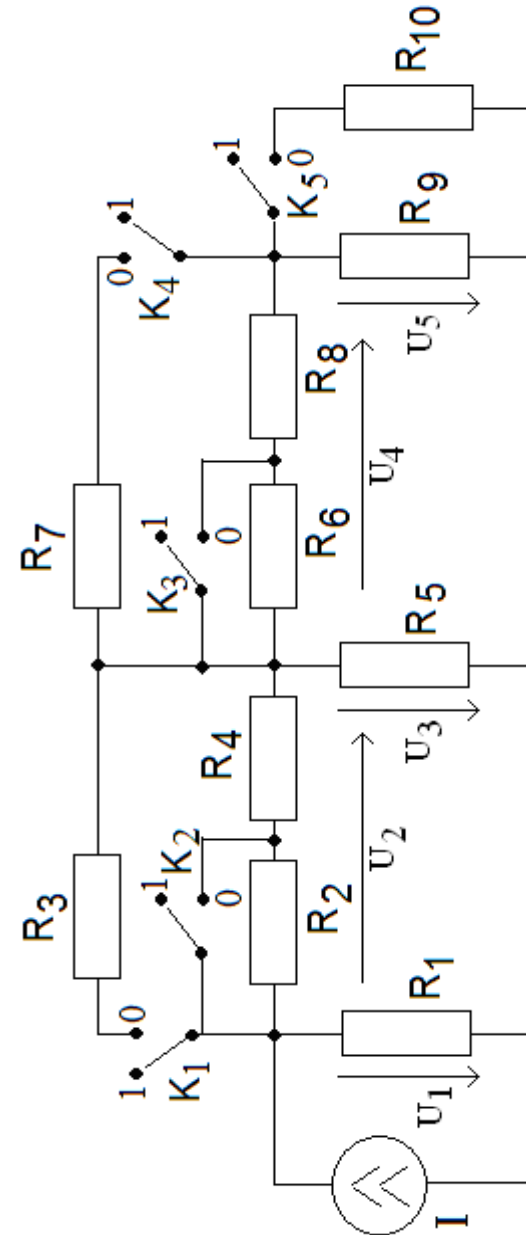

Рис. 1.13
1.7.3. В схеме цепи, показанной на рис. 1.13, установите ключи $K_5 \div K_1$ в положение, соответствующее **двоичному коду** Вашего **номера N по модулю 32** в списке группы (таблица кодов в приложении 1), кодовая запись имеет вид $K_5K_4K_3K_2K_1$, значения $K_i = 0$ или 1 , $i = 1, 2, 3, 4, 5$. Зарисуйте полученный вариант электрической цепи. Значения сопротивлений элементов цепи в **Омах** определяются выражением
Рассчитайте значения напряжений U_1, U_2, U_3, U_4, U_5 , показанных на рис. 1.13 для Вашего варианта цепи, проверьте правильность полученных решений с помощью второго закона Кирхгофа, используя для вычислений программу MathCAD. Результаты расчета занесите в табл. 1.7.